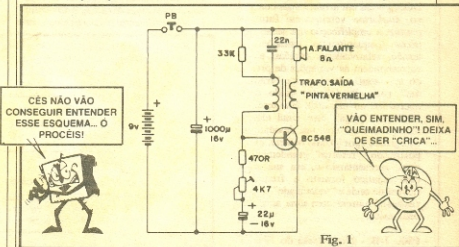

Fig. 1
- FIG. 1 - Diagrama esquemático (ou simplesmente "esquema"...): do circuito do PASSARINHO ELETRÔNICO. Mesmo para o atual estágio inicial do nosso "Curso", o circuito guarda extrema simplicidade, usando um único componente "ativo" (o transistor BC548) mais umas poucas peças de uso corrente, incluindo um pequeno transformador (componente cuja Teoria e aspectos práticos/funcionais foram vistos na presente "Aula"...). O pequeno circuito aciona um alto-falante (também visto, em seus aspectos básicos, no presente ABC) e é alimentado por uma pequena bateria de 9V. Dois são os comandos: um **trim-pot** (resistor ajustável, visto na primeira